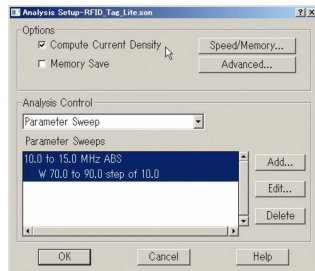

図 2.7 “Analysis Setup” ダイアログ
2. 図 2.7 の “Analysis Setup” ダイアログが現れます。